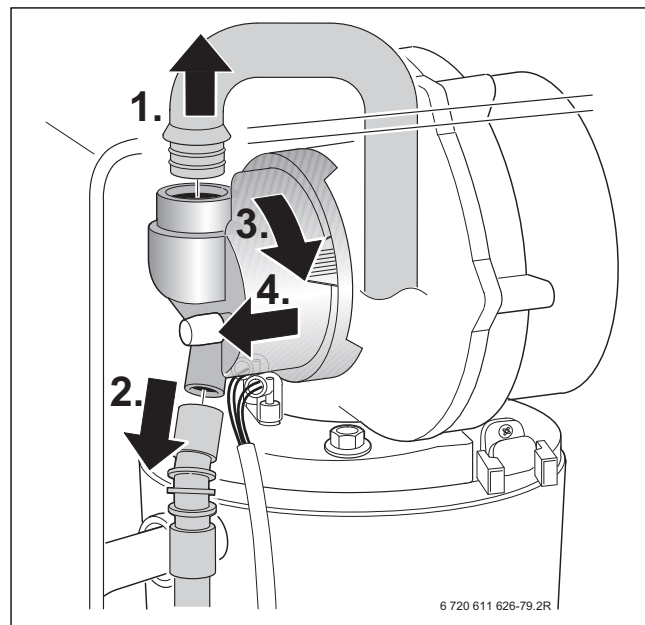
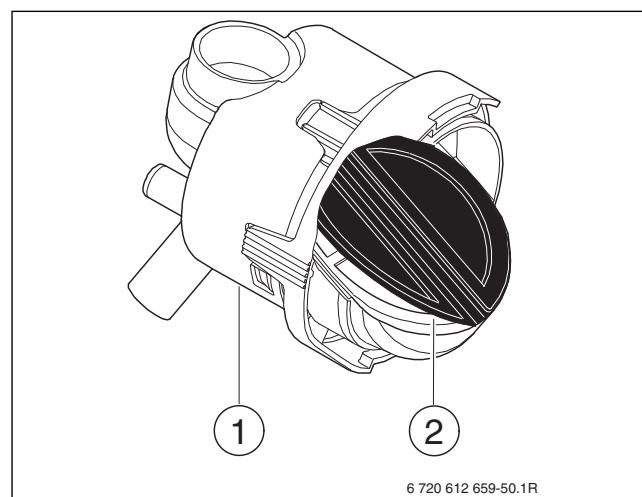

Fig. 74
Fig. 82
- ▶ Démonter le tube d'admission d'air et retirer le tuyau à gaz du dispositif de mélange, → figure 74.
- ▶ Démontez le mélangeur (fig. 82, [1]) comme indiqué sur la figure 74, pag. 47.